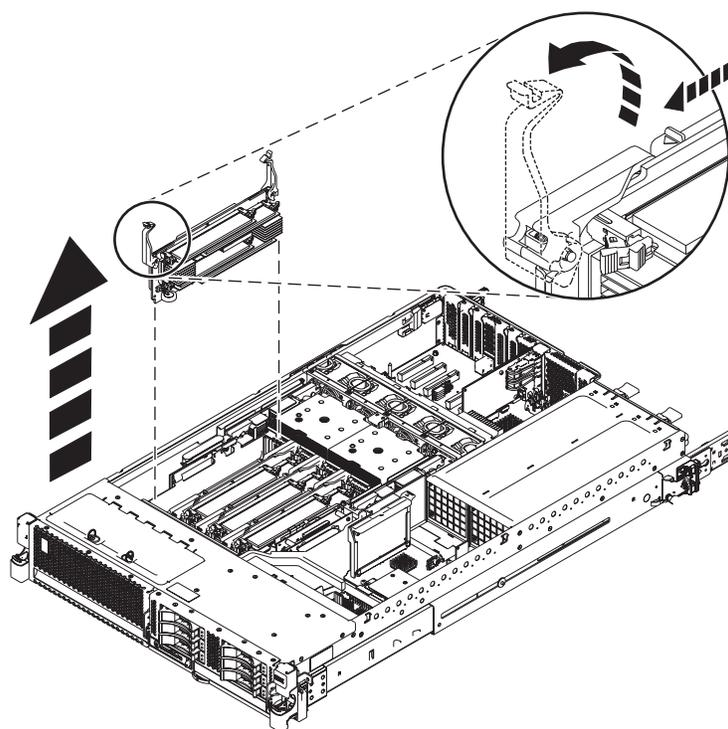

Figura 4. Remover um alimentador do módulo de memória
9. Se estiver a adicionar memória a um alimentador existente, remova o alimentador de memória do sistema puxando as patilhas de fixação para a posição aberta e retirando o alimentador de memória do sistema, consulte Figura 4.